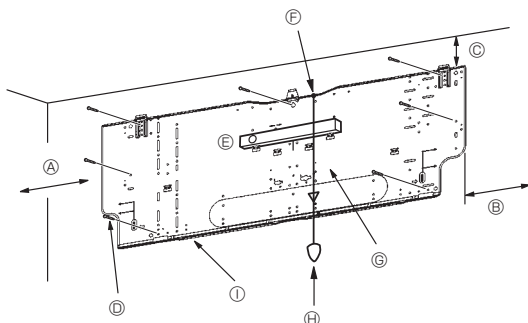
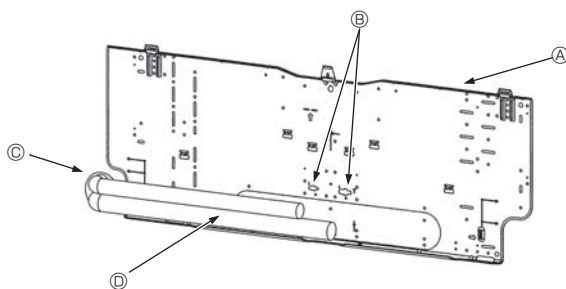

Fig. 3-4
Fig. 3-5
■ PKA-RP60, 71, 100KAL (Fig. 3-4)
- ▲ Fästskruvar (4 × 25) ②
- ▲ Monteringspanel ①
3.3. Mura in rör i väggen (Fig. 3-5)